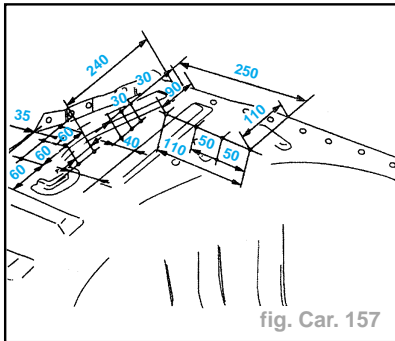

fig. Car. 157
- Tracer puis percer à un diamètre **6,5 mm** pour soudage ultérieur par points bouchons (fig. Car. 157).